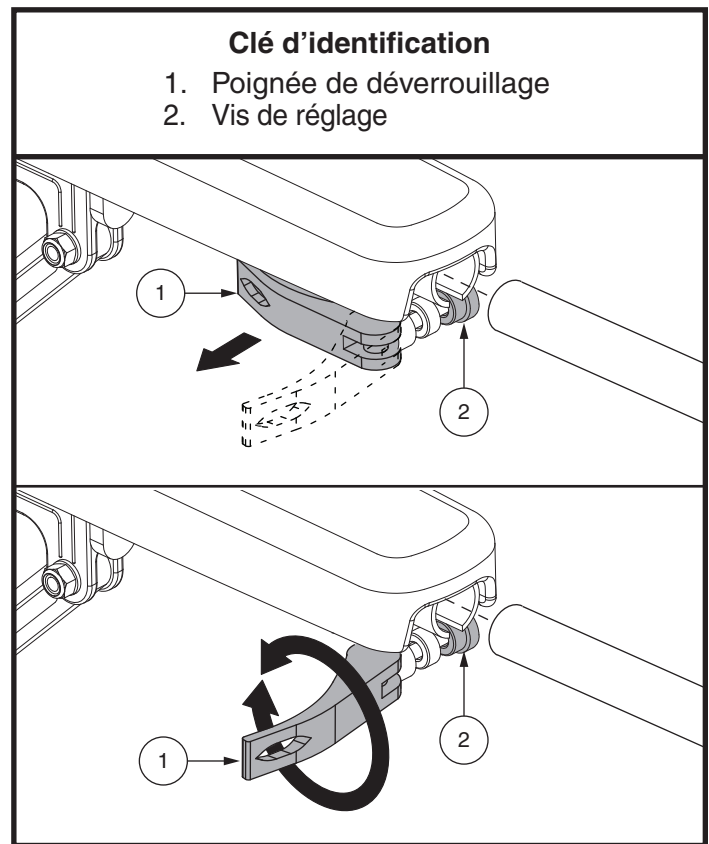

Figure 9. Retrait/installation du composant de l'accoudoir
2. Déverrouillez la poignée de déverrouillage rapide et desserrez la vis de réglage. **Voir la figure 9.**
4. Relevez l'accoudoir du contrôleur. Déverrouillez la poignée de déverrouillage rapide et desserrez la vis de réglage. **Voir la figure 9.**